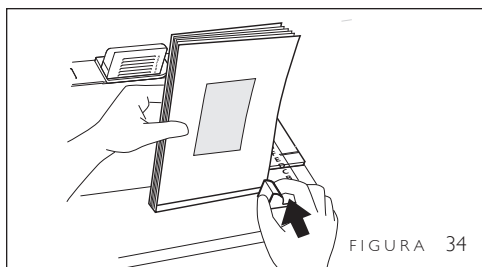

FIGURA 34
1. Mida el bloque de páginas encuadernado con el medidor de grosor de lomo, ubicado en el lado inferior derecho de la guía de tapa dura para determinar el ancho correcto de la tapa (Figura 34).